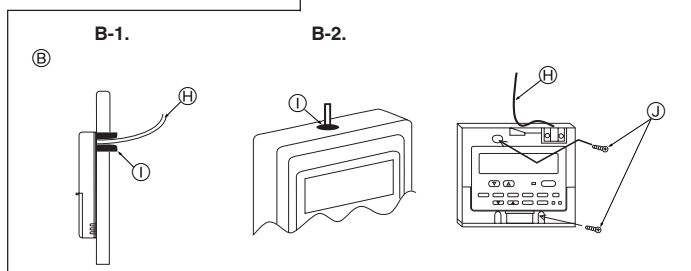

Fig. 6-3
(2) Sigillare l'apertura di servizio del cavo del comando a distanza con mastice, per evitare la possibile entrata di condensa, acqua, scarafaggi o vermi. (Fig. 6-3)